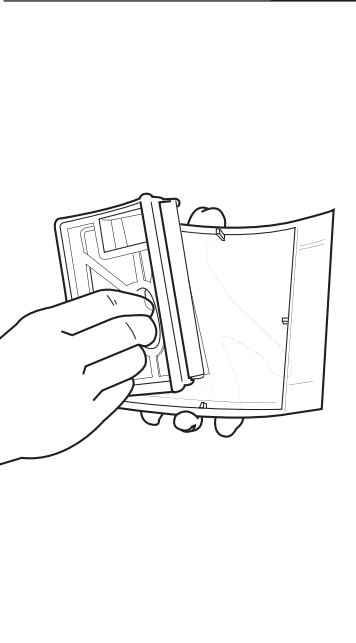

FIG. 15
Step 2: Remove filter frame from top filter cover (FIG. 15).
Étape 2 : Retirez le cadre du filtre du couvercle (FIG. 15).
Paso 2: Quite el armazón del filtro de la tapa del filtro de arriba (FIG. 15).